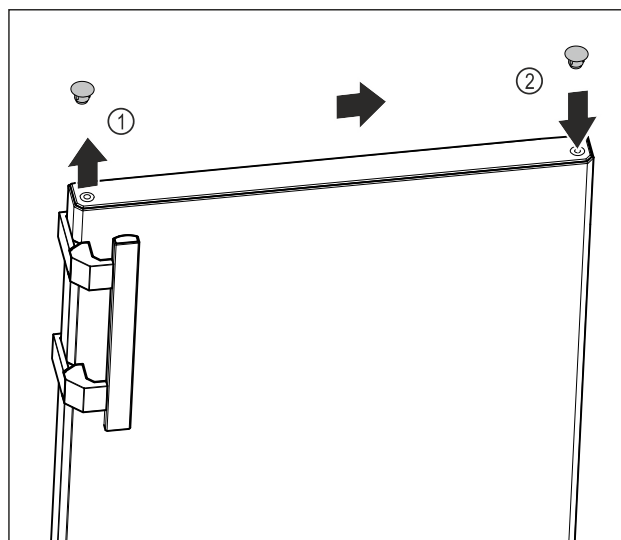

Fig. 10
- ▶ Løft dekselpluggen til dørens overside Fig. 10 (1) forsiktig med skrutrekker.
- ▶ Sett inn dekselpluggen på motsatt side. Fig. 10 (2)